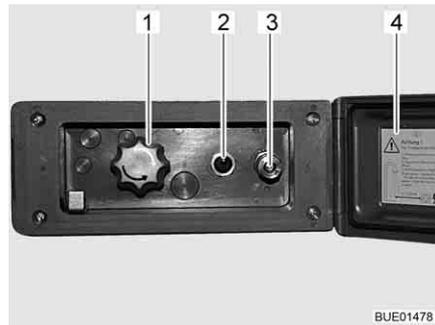

Fig. 105 Raccordo doccia esterno
- Sganciare ed aprire il coperchio (Fig. 105,4).
- Collegare il tubo flessibile della doccia esterna alla chiusura rapida (Fig. 105,3).
- Accendere la pompa dell'acqua con l'interruttore (Fig. 105,2).
- Regolare la temperatura dell'acqua ai gradi desiderati mediante la manopola (Fig. 105,1).
- Spegnere la pompa dell'acqua con l'interruttore (Fig. 105,2).
- Chiudere il coperchio (Fig. 105,4) e bloccarlo con la chiave.
- Ruotare la manopola (Fig. 105,1) sulla posizione centrale.